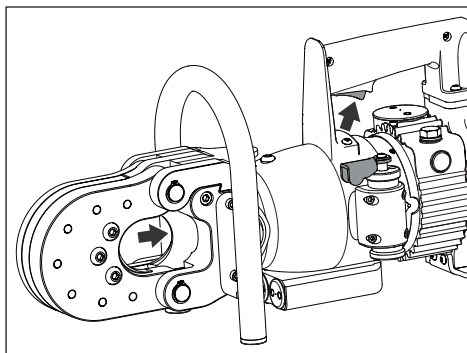

Figura 7, Retraer pistón
- Con la palanca direccional en la posición 2, pulse y mantenga pulsado el gatillo para que se retraiga el pistón y se deslice la cuchilla móvil hacia atrás. Véase Figura 7.